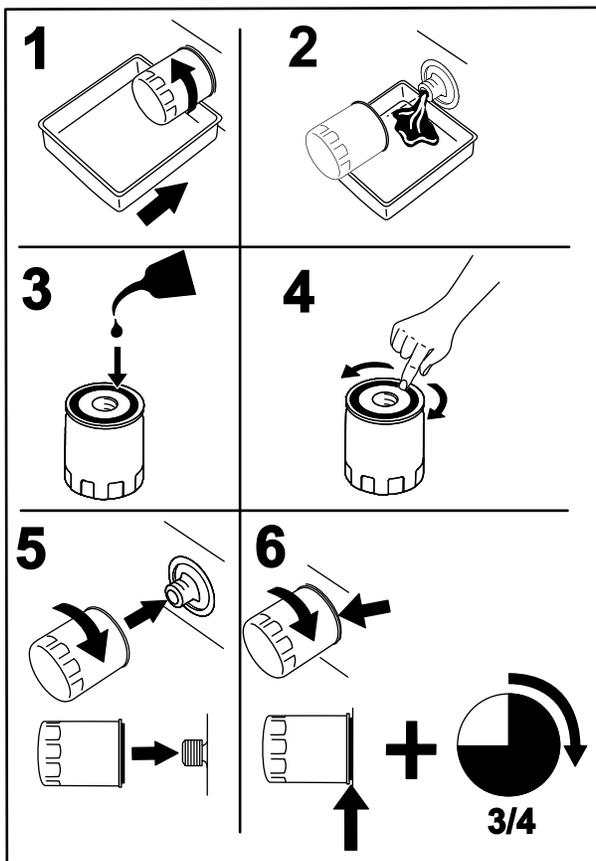

图42
4. 在机油过滤器下放置一个放油盘，并逆时针旋转过滤器，拆下过滤器（图42）。